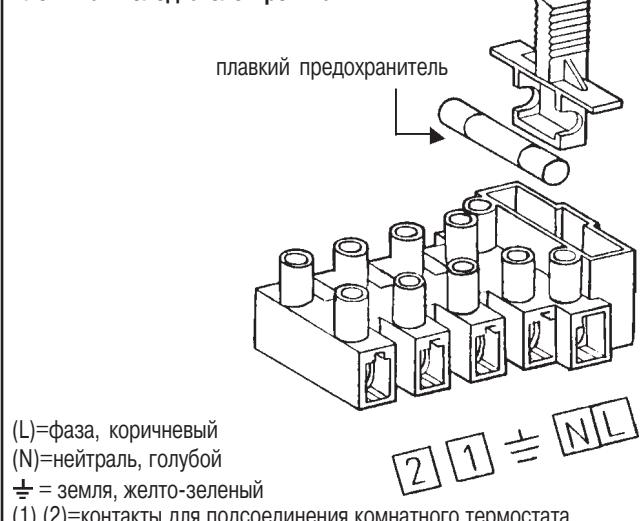

рисунок 7
- В клеммной колодке имеется также плавкий предохранитель быстрого срабатывания на 2A (рис. 7).